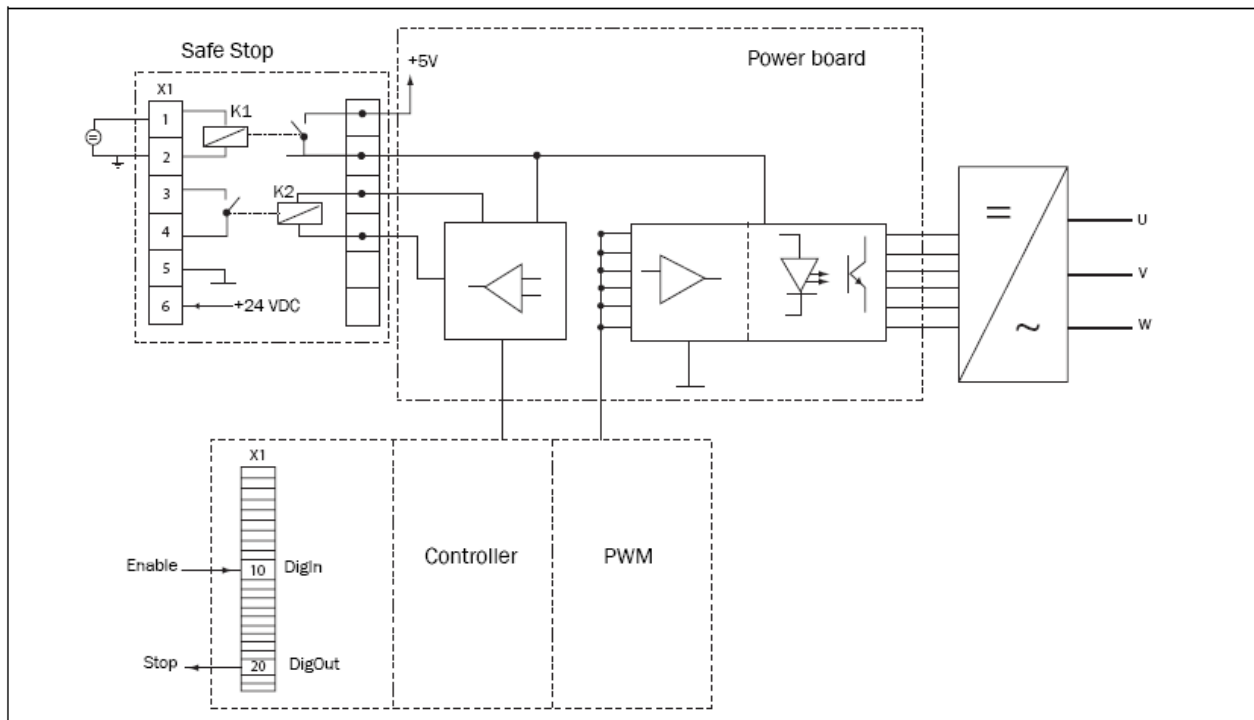

图 113 允许变频器运行时的连接
- 将 + 24VDC 连接至驱动电路上，通过安全继电器 K1 激活安全停机选件卡上的禁止输入、端子 1 (DC+) 和端子 2 (DC-)，参见图 113。
为了监测“运行许可”功能，必须使用数字输出的“RUN”。对于数字输出的设置，如图113种端子20的举例，请参考117页[540]的11.6.4。